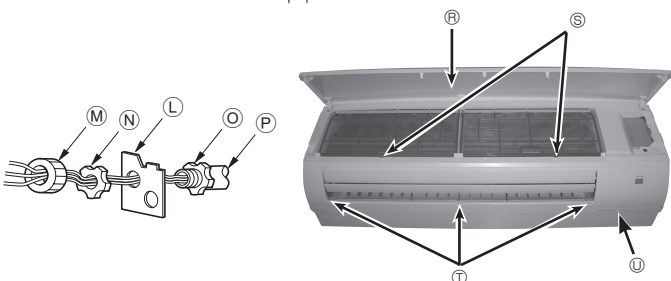

Fig. 6-2
1. Presione y suelte los tiradores a ambos lados de la rejilla frontal y levante la rejilla hasta que quede a nivel. Tire de los goznes hacia delante para extraer la rejilla frontal. (Fig. 6-2)
2. Retire los 3 cubretornillos del panel. Retire 5 tornillos. (Fig. 6-2)
7. Extraiga el tornillo de la cubierta angular. (Fig. 6-2)